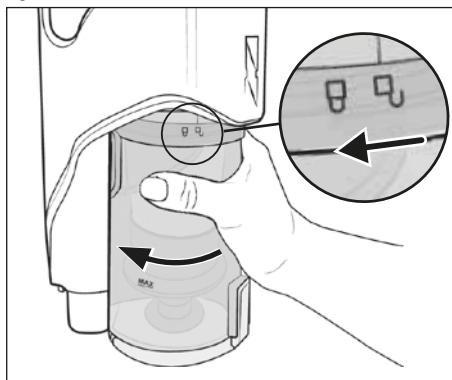

Fig. 16
- Vacíe el depósito de polvo **⑦** y limpie el filtro de acero inoxidable **⑥** y el filtro HEPA **⑤** en cuanto el nivel de llenado del depósito de polvo **⑦** alcance la marca **MAX**.
- 1) Para desmontar el depósito de polvo **⑦** del aparato, gírelo hacia el símbolo  (abrir) hasta que pueda retirarse del aparato (consulte la fig. 16).